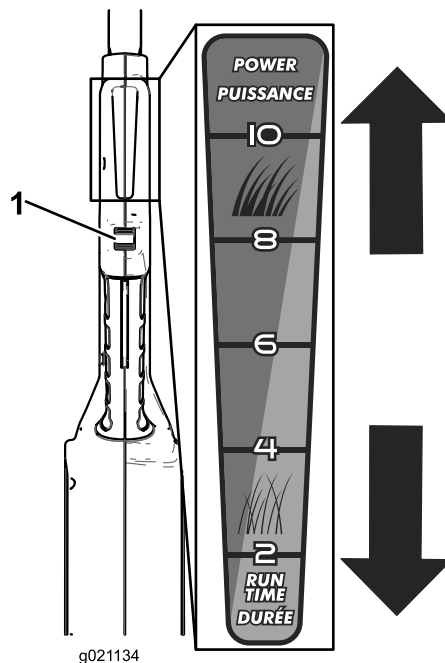

Bild 9
5. Schieben Sie das Daumenrad von sich weg, um die Motordrehzahl zu erhöhen, oder zu sich, um die Motordrehzahl zu verringern (Bild 9).